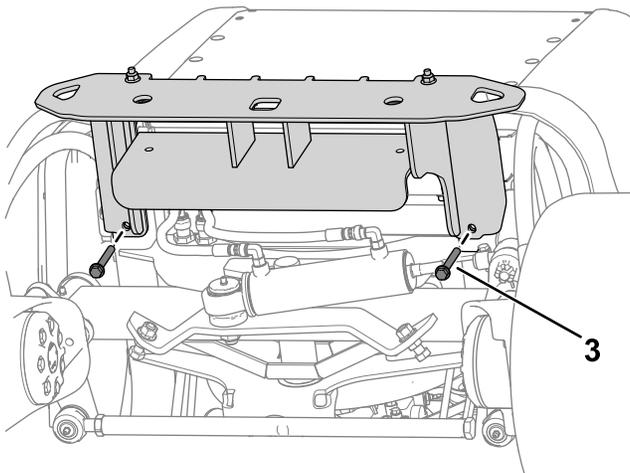

Рисунок 14
- С помощью 4 болтов ($\frac{3}{8}$ x $3\frac{1}{4}$ дюйма) и 4 гаек ($\frac{3}{8}$ дюйма) прикрепите верхнюю часть бампера к раме машины (Рисунок 14).
3. С помощью двух болтов (3/8 x 2 3/4 дюйма) и двух гаек (3/8 дюйма) прикрепите бампер под рамой машины (Рисунок 14).